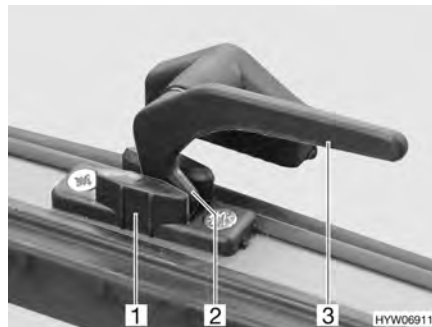

Bild 57 Låsarm i läget "kontinuerlig vädning"
- I läget "kontinuerlig vädning" (Bild 57)
- Sväng låsarmen (Bild 57,3) ett kvarts varv mot fönstrets mitt.
- Sväng låsarmen ett kvarts varv mot fönsterkarmen. Därvid måste låsspaken (Bild 57,2) föras in i spåret på fönsterlåset (Bild 57,1).